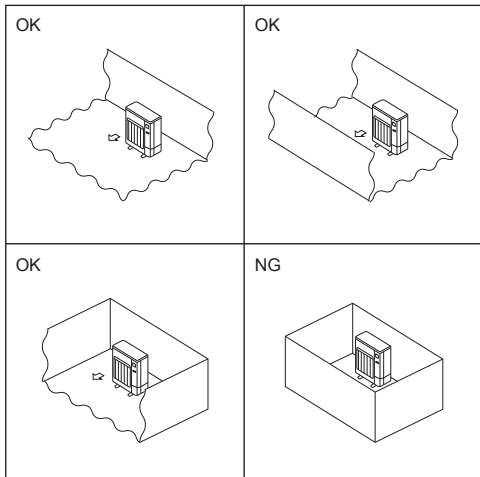

Fig. 2-2
- Ⓒ Installera utomhusenheten på en tillräckligt stor plats där minst en av de fyra sidorna är öppen och det inte finns några nedsänkningar. (Fig. 2-2)